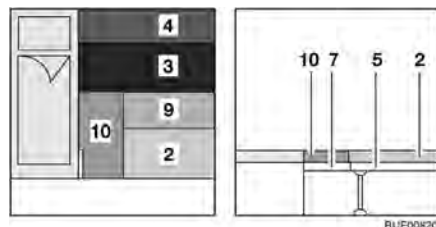

Bild 94 Efter ombyggnaden
- Lägg sittedynan (Bild 94,3) i mitten.
- Lägg ryggdynan (Bild 94,4) mellan sittedynan (Bild 94,3) och väggen.
- Lägg sittedynan (Bild 94,2) mot väggen.
- Lägg extradynan (Bild 94,9) mellan sittedynorna.
- Lägg extradynan (Bild 94,10) bredvid sängen.